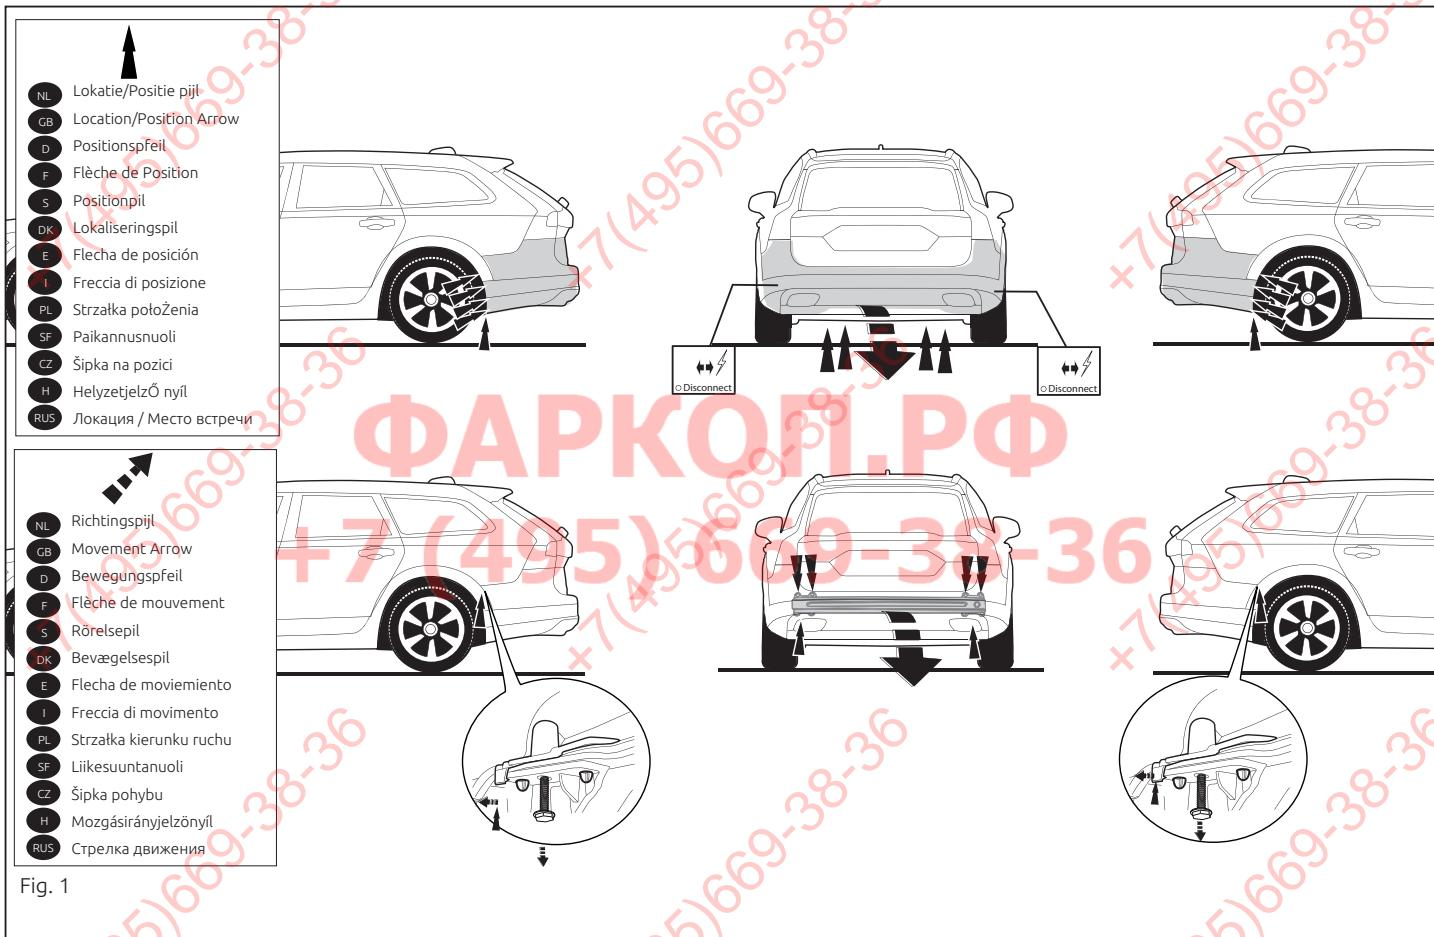

Fig. 1
1. Zdemontować z pojazdu zderzak wraz ze stalową belką zderzakową. Belka zderzakowa nie będzie ponownie używana. Patrz rysunek 1.
1. Снять бампер вместе со стальным буферным бруском автомобиля. Буферный брус больше не понадобится. См. рисунок 1.